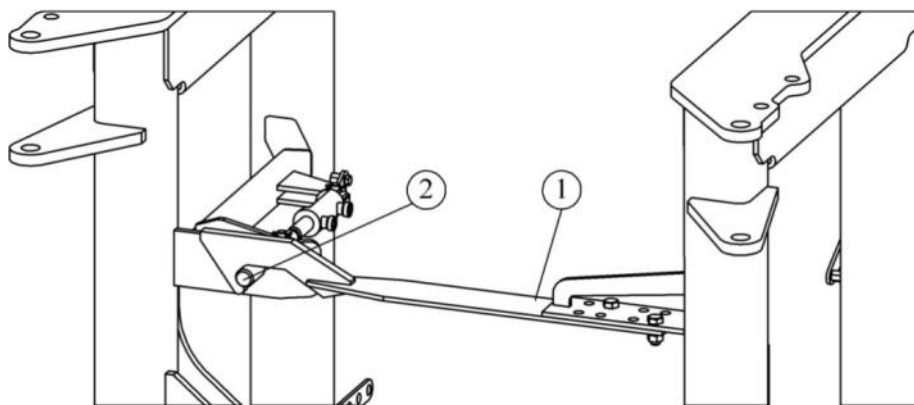

Рис. 5.1. Фиксатор для транспортировки бороны.
Фиксатор для транспортировки. Убедитесь, что крылья полностью подняты, а фиксатор (1) на правом крыле вошёл в зацепление с пальцем (2) на левом крыле: см. рис. 5.1 (некоторые детали условно не показаны).